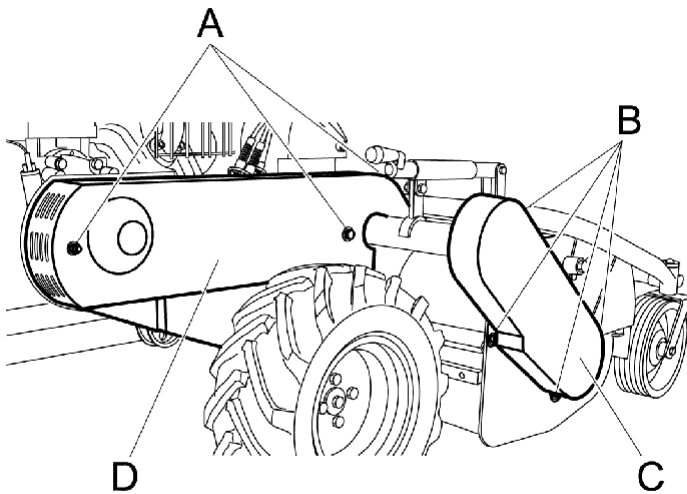

Figura 9
- Rimuovere il carter di protezione (Fig. 9 Rif. C), svitando e togliendo le viti indicate in figura 9 Rif. B.
Per accedere alla zona in cui sono situate le cinghie di trasmissione ed il dispositivo di regolazione del freno rotore, occorre rimuovere il carter di protezione (fig. 9 rif. D) , quindi svitare e togliere le viti indicate in figura 9 rif. A